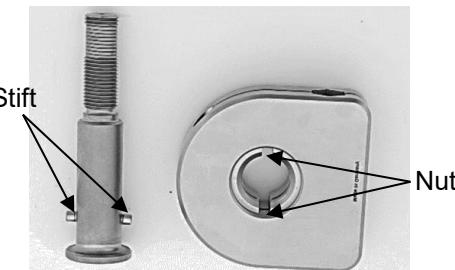

Abb. 11
Beim Montieren des Kreuzverbinder ist darauf zu achten, dass die Stifte der Gewindestange (4) in die Nuten des unteren Klemmstücks (3) einrasten (Abb. 11).